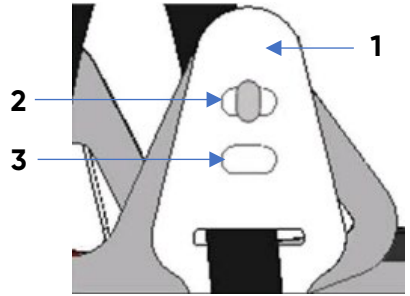

Fig. 2
Der Helm verfügt über zweistufige Einstellung der Tragehöhe (Fig.2). Nach dem Aufsetzen des Helms ist sicherzustellen, dass die Tragegurten richtig auf die Kopfhöhe eingestellt sind. Standardmäßig werden die Gurthaken (1) in der flachen Position (2) montiert. Um die Tragehöhe zu ändern, sind vier Gurthaken an der tiefen Position (3) zu befestigen.